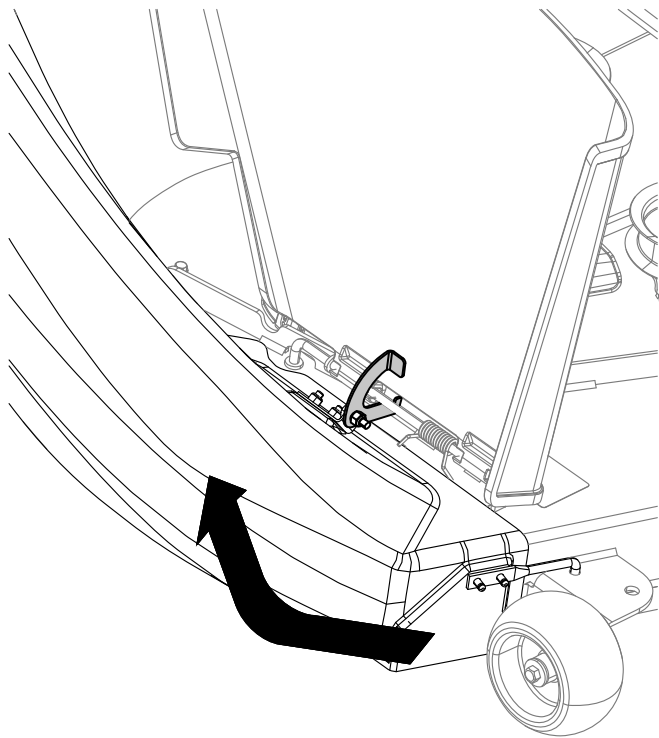

Bild 22
6. Auf der Oberseite des Auswurfkanals die hakenförmige Verriegelung um die Gelenkstange des Ablenklechs einrasten und die Stange in das Loch auf dem Mähwerk einsetzen (Bild 22).